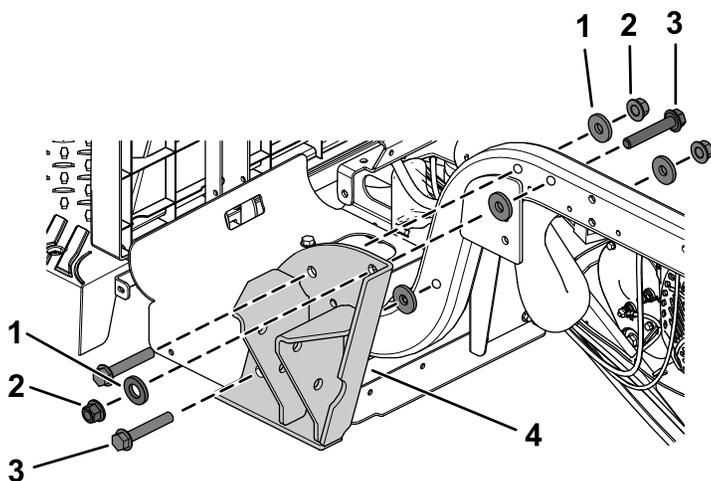

図 25
1. 図 25 のように、ROPS ブラケットを取り付けるフランジヘッドボルト $\frac{1}{2}$ x 3 インチ 3 本、平ワッシャ $\frac{1}{2}$ インチ 5 枚、ロックナット $\frac{1}{2}$ インチ 3 個を使用する。
注 ワッシャは、図 25 に示すように 2 枚を外側に取り付けてください。